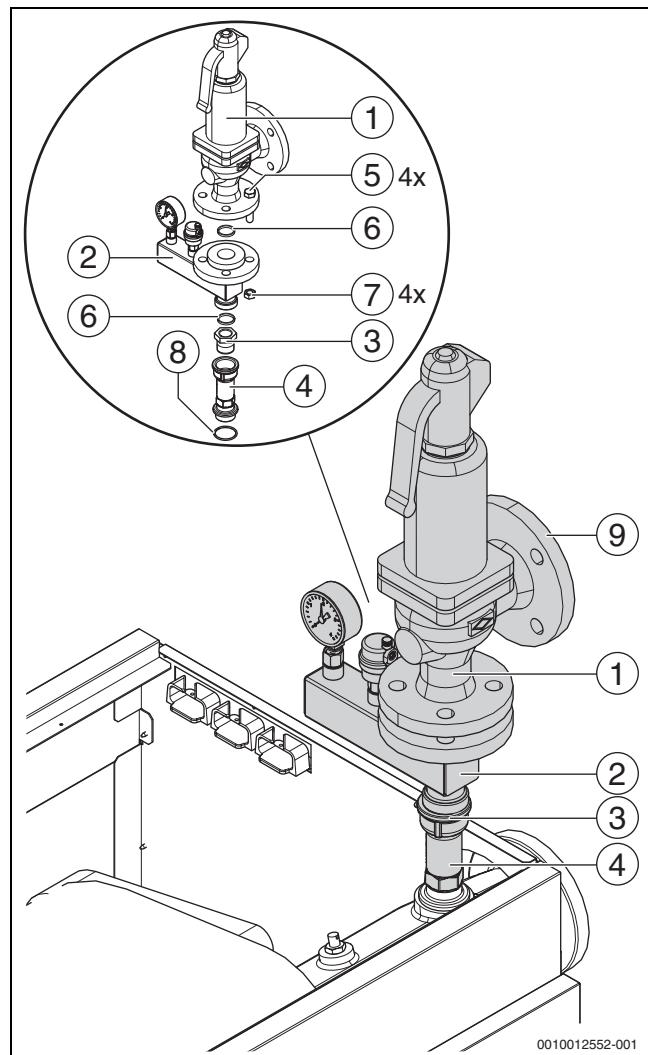

Рис. 19 Комплект безопасности 4-6 бар (показано правое исполнение котла)
- Установите предохранительный клапан на резьбовой штуцер подающей линии котла с подходящим герметиком или с прилагаемыми уплотнениями (→рис. 19).